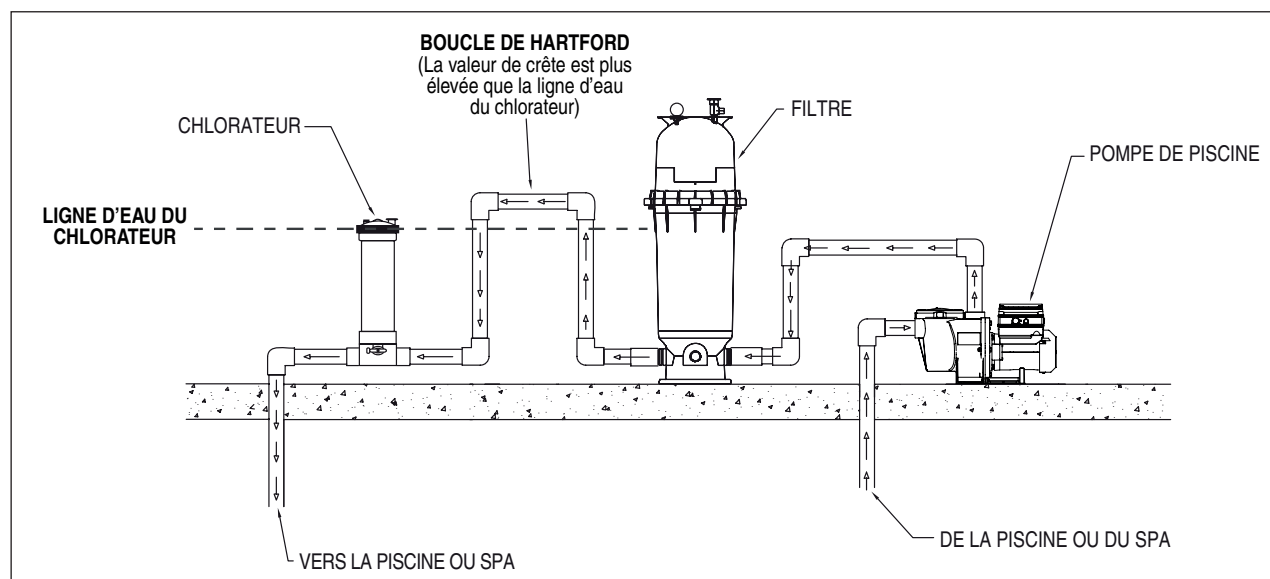

Figure 3: Exemple d'installation d'une boucle de Hartford
1. Une boucle de Hartford peut être installée dans la plomberie du système. Une boucle de Hartford est une petite section de plomberie installée au point le plus élevé de la ligne d'eau du système. Cette boucle égalise le niveau de l'eau et empêche le refoulement de l'eau dans le filtre et la pompe. Voir la **Figure 3** ci-dessous qui présente un exemple de cette installation.